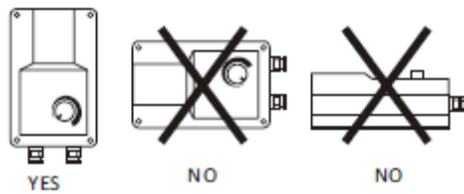

Fig. 1.
- The operating position must be as shown (Fig. 1).
- De montagepositie moet zijn als aangegeven in Fig. 1.